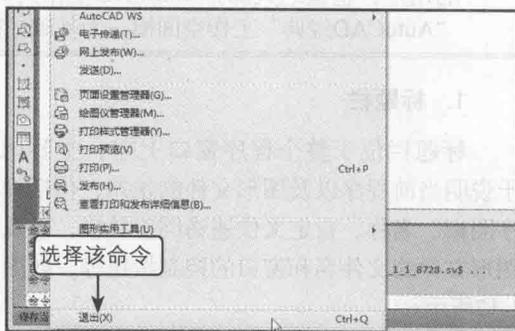

图1-9 通过菜单退出AutoCAD
- ◎ 选择【文件】→【退出】命令，即可退出AutoCAD，如图1-9所示。